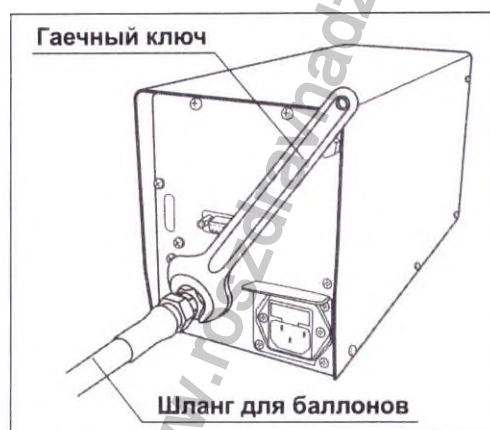

Рисунок 3.1
См. порядок установки на рис. 3.1 ниже. Выполните каждый этап процесса установки, прежде чем использовать эндоскопический инсуффлятор CO₂.
- 3 При помощи гаечного ключа, входящего в комплект поставки прибора, присоедините переходник медицинского газопровода для эндоскопического инсуффлятора CO₂ к входному патрубку CO₂ на задней панели блока подачи CO₂ и прочно затяните его. Затяните с усилием порядка 24,5 Н/м (2,5 кгс/м) (см. рис. 3.1).